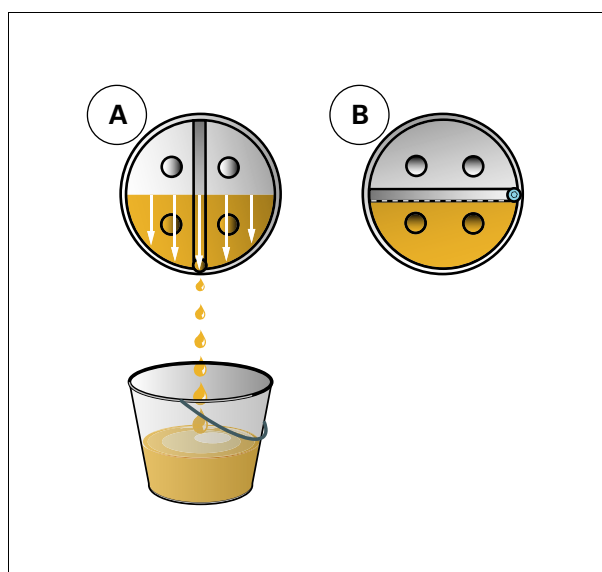

Рис. 3.
1. Поверните колесико так, чтобы пробка была расположена на горизонтальной линии с центром ступицы (B) *рис. 3*.